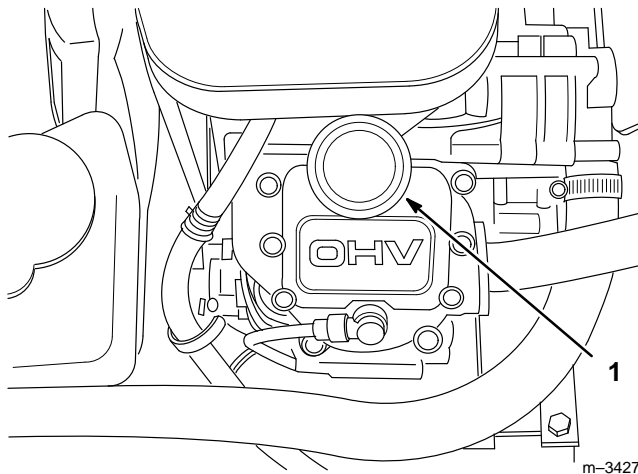

Abbildung 30
6. Die Öleinfüllkappe (Abb. 30) abnehmen und den Motor mit einem hochwertigen Motoröl der Kategorie API Service SG oder SH auffüllen (siehe Viskositäts-Diagramm).
7. Langsam ca. 80% der angegebenen Ölmenge in das Öleinfüllrohr gießen (Abb. 30). Dann den Ölstand kontrollieren. Siehe “Kontrolle des Motorölstands”, Seite 16. Langsam Öl nachgießen, um den Ölstand bis zur FULL-Marke am Peilstab zu bringen.